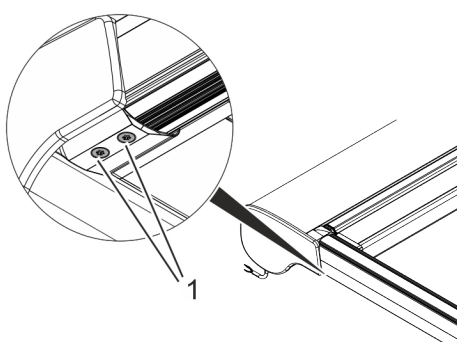

Abb. 27: Seitendeckel festschrauben
7. ➔ Befestigungsschrauben des Seitendeckels festschrauben (Abb. 27/1).